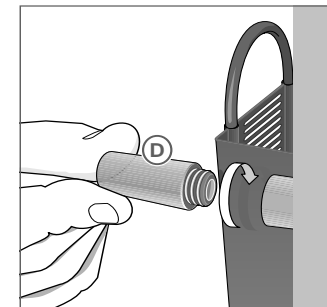

fig.14
- Veillez à ménager un espace suffisant de ventilation à l'arrière près du condensateur (fig. 14) et montez à cet effet les écarteurs livrés parmi les accessoires.(fig. 14D).